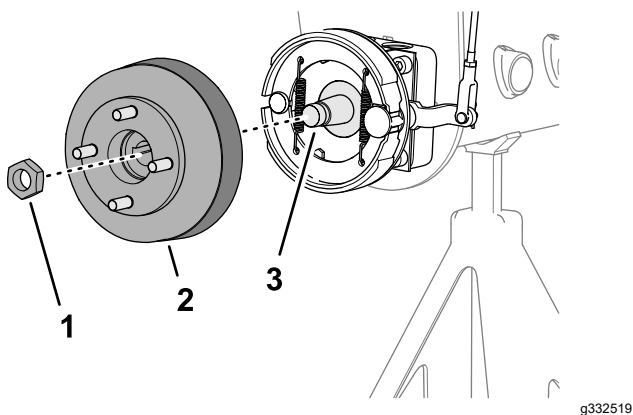
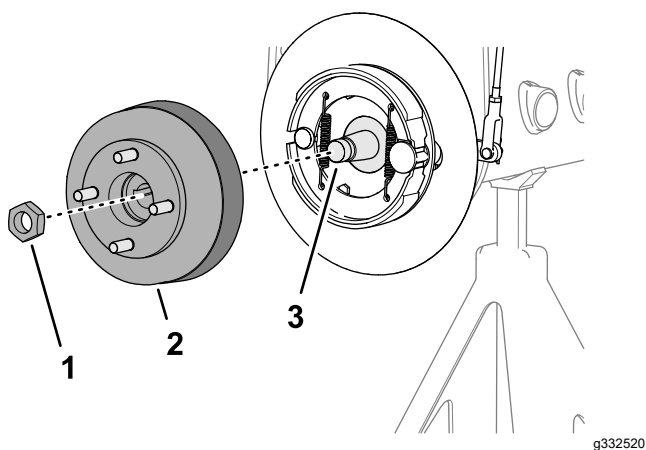

Bild 64
Bild 65
1. Entfernen Sie die Sicherungsmutter, mit der die Nabe an der Radmotorwelle befestigt ist (**Bild 64** oder **Bild 65**).
4. Verwenden Sie den angegebenen Radnabenabzieher, um die Radnabe und die Bremstrommel von der Radmotorwelle zu entfernen (Bild 64 oder Bild 65).